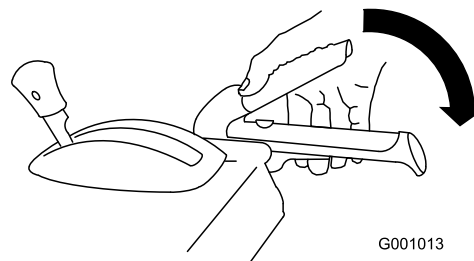

Рисунок 29
1. Для включения привода шнека/крыльчатки прижмите правый рычаг (шнека/крыльчатки) к рукоятке (Рисунок 29).